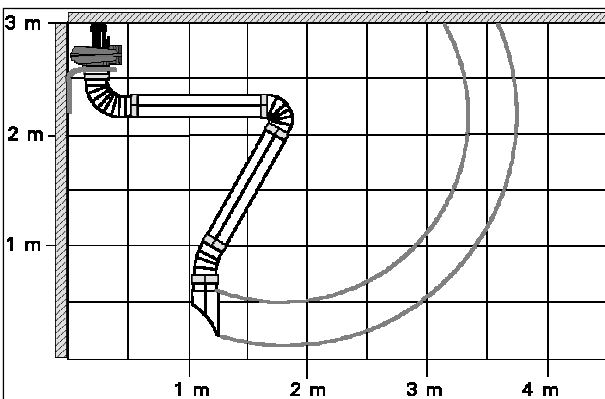

Fig. 1.01
- See fig. 1.01; fan in usual position